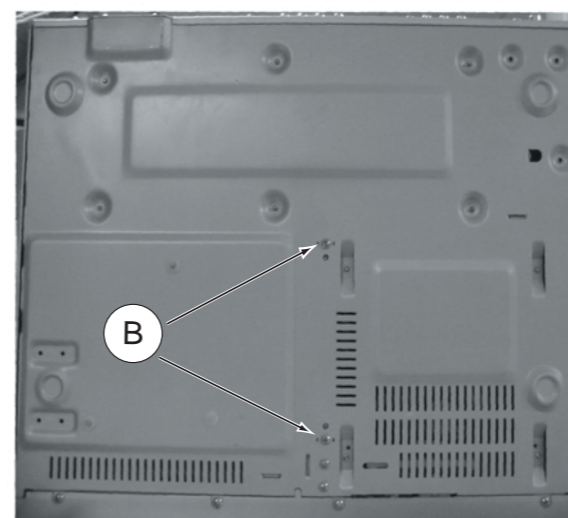

Figura 5
- 1) Solte os 2 parafusos "B" inferiores da tampa como mostra a figura 5.